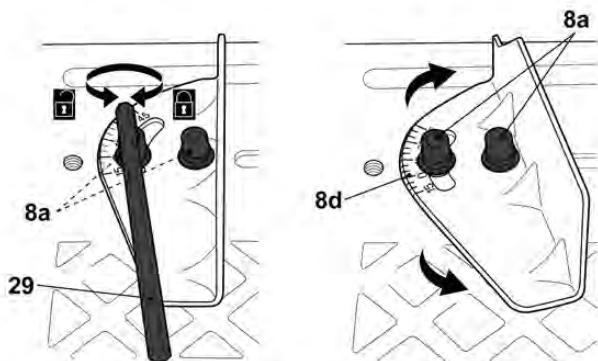

Fig. 6
- > Afloje los pernos de montaje (8a) en la escala (8d) con la llave hexagonal (29) y ajuste el calibrador de inglete al ángulo deseado (Fig. 6).